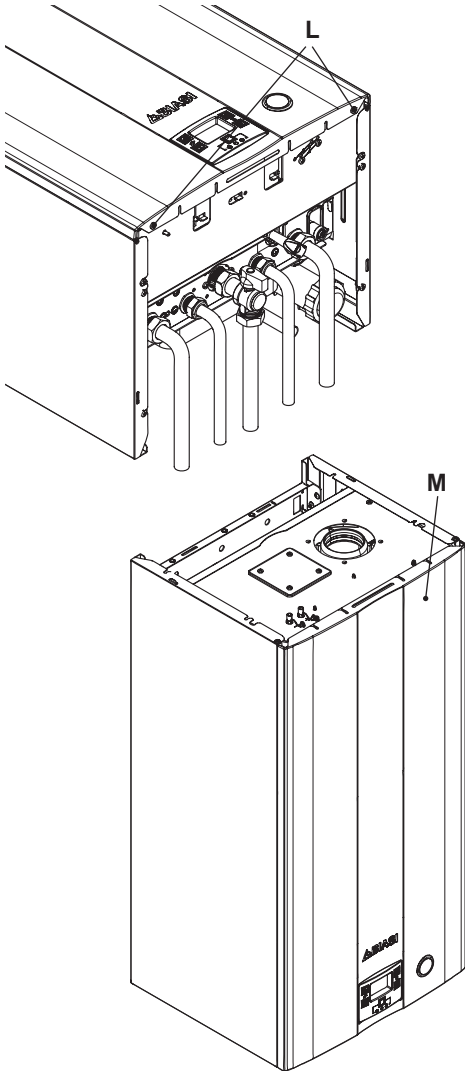

Figura 5.16
- Svitare le viti L e rimuovere il pannello frontale M tirandolo a sé e quindi spingendolo verso l'alto in modo da liberarlo dalle sedi superiori Figura 5.16.